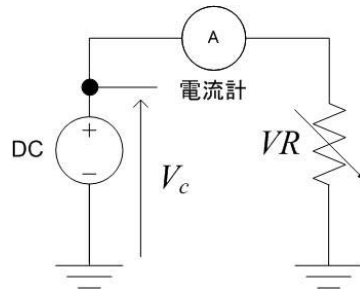

Fig.E2.8: 感圧導電ゴム特性評価回路
- (a) Fig.E2.8 を参考にして、ブレッドボード上に感圧導電ゴムと電源および電流計を配置する